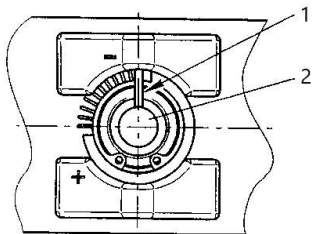

Рис. 3
8.1 «Большое горение» (см. рис.3). Напряжение питания подано на все катушки клапана. При необходимости регулирования количества пропускаемого газа используйте указатель положения заслонки 1, установленный в винте 2 ручного регулятора расхода, расположенного на боковой стороне корпуса клапана. Вертикальное положение указателя соответствует полностью закрытому положению ручного регулятора расхода, горизонтальное положение – полностью открытому положению. Контроль расхода газа ведется газовым счетчиком.